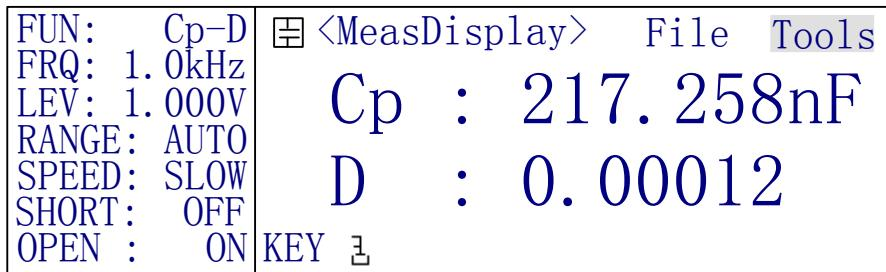

图 4-10 键盘锁定后的软键显示
- KEY 键盘锁功能软键。按下软键，键盘将被锁定，页面上同时显示键盘被锁定的信息“KeyLocked!”，页面显示如图 4-10。